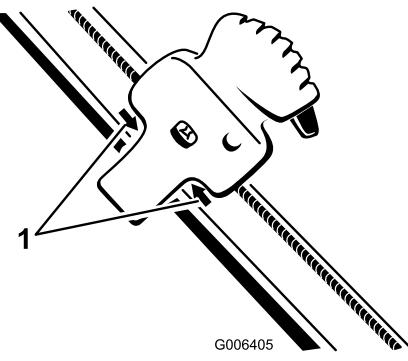

Figure 42
2. Placez la commande Quick Shoot entre les deux flèches situées sur le côté droit de la partie supérieure du guidon (Figure 42).